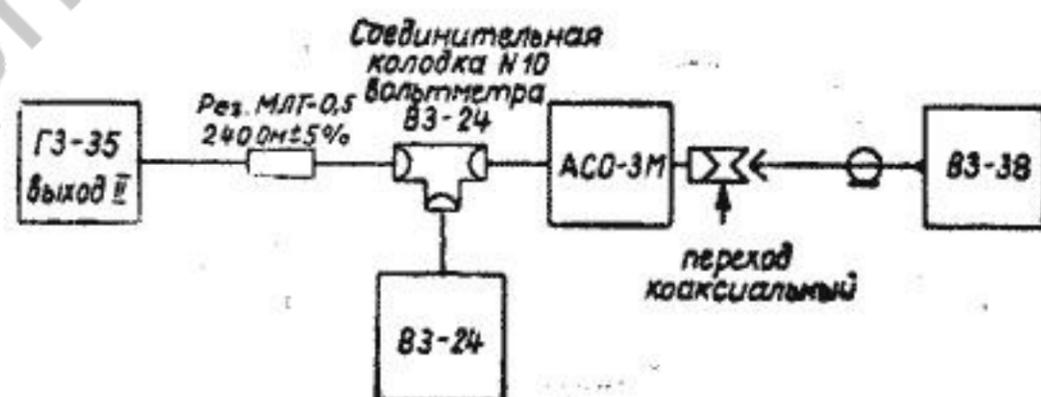

Рис. 6.
10. 5. Для определения погрешности на частоте 1 кГц на поддиапазонах 1—30 мВ и на частотах 20 Гц и 45 Гц приборы соединить по схеме, приведенной на рис. 6.